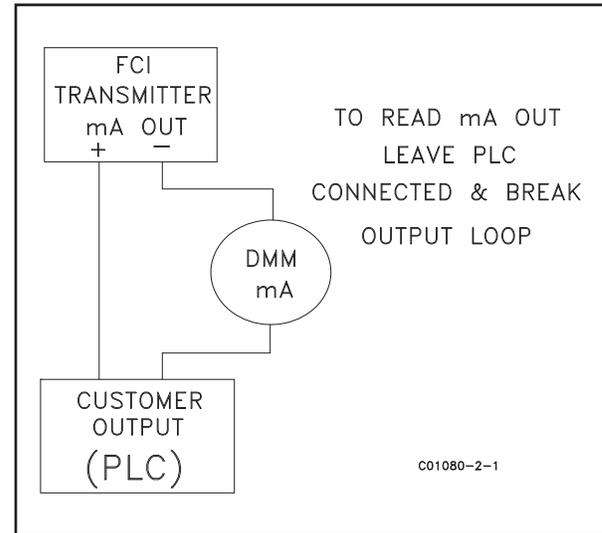

Figure 21
- B. Pour mesurer un courant compris entre 4 et 20 mA, déconnecter la boucle de sortie et connecter le MMN en série (figure 21). Configurer le MMN pour mesurer des milliampères.